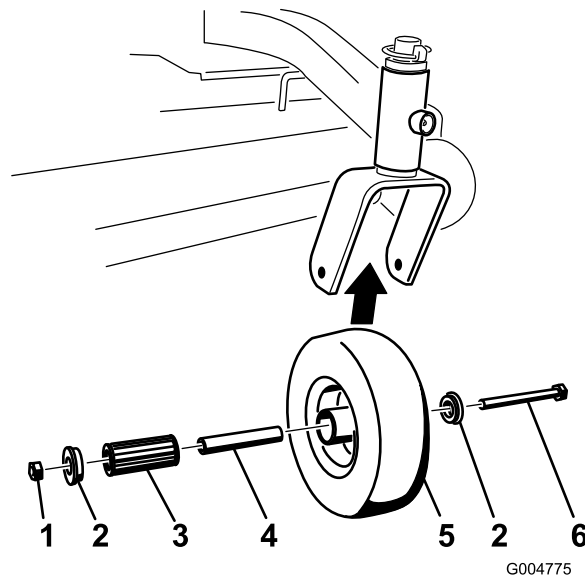

Figure 34
- Enlevez le contre-écrou et le boulon de fixation de la roue pivotante à la chape (Figure 34).
- Enlevez une bague, puis sortez la douille pour clé et le roulement à rouleaux du moyeu de roue (Figure 34).
3. Enlevez l'autre bague du moyeu, puis nettoyez la graisse et les saletés éventuellement présentes dans le moyeu (Figure 34).
4. Examinez l'usure du roulement à rouleaux, des bagues, de la douille pour clé et de l'intérieur du moyeu. Remplacez les pièces endommagées ou usées (Figure 34).
5. Pour le remontage, placez une bague dans le moyeu de la roue. Lubrifiez le roulement à rouleaux et la douille pour clé, et insérez-les dans le moyeu. Mettez la deuxième bague dans le moyeu (Figure 34).
6. Montez la roue pivotante dans la chape à l'aide du boulon et du contre-écrou. Serrez le contre-écrou jusqu'à ce que la base de la douille pour clé soit en appui contre l'intérieur de la chape (Figure 34).